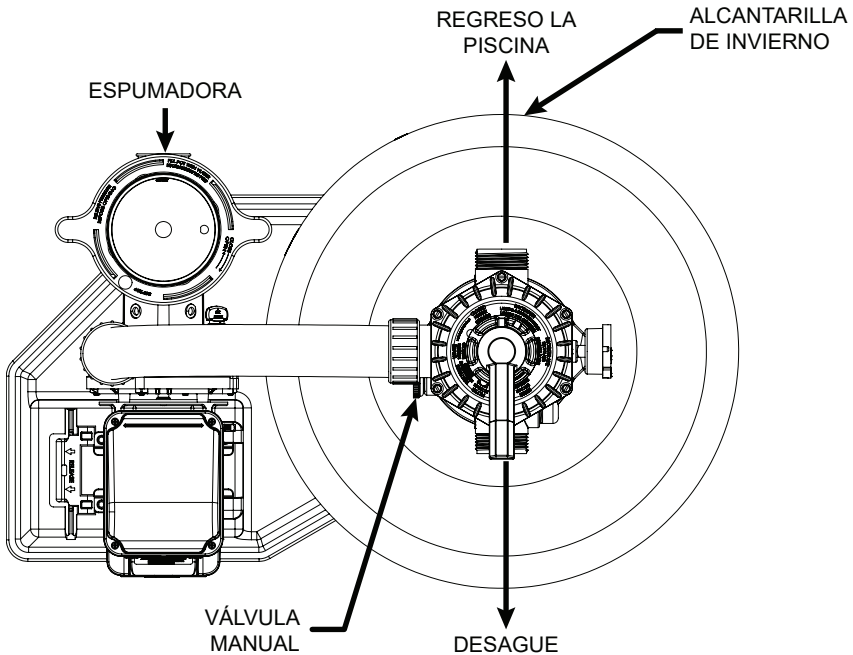

Figura 1.
2. Proveer espacio y luz para el mantenimiento de rutina. Coloque el sistema cerca la piscina. Refierase a la Figura 1 para una tipica instalacion. **Nota: Instalar controles electricos (e.g., interruptor electrico de prendido/apagado (on/off switch), cuentaminutos (timers), sistema de control, etc.) por lo menos cinco (5) pies del filtro. Esto le dejara tener espacio suficiente desde el filtro durante el inicio del sistema.**
6. Asegúrese que la parte de arriba del filtro este libre de arena o restos de arena y escombros y el o-anillo de válvula este en su lugar en el cuerpo de la válvula. Instale la válvula para que la posición de las aperturas estén en finalmente la posición deseada. Refierase a la Figura 1 (vea la página 4).